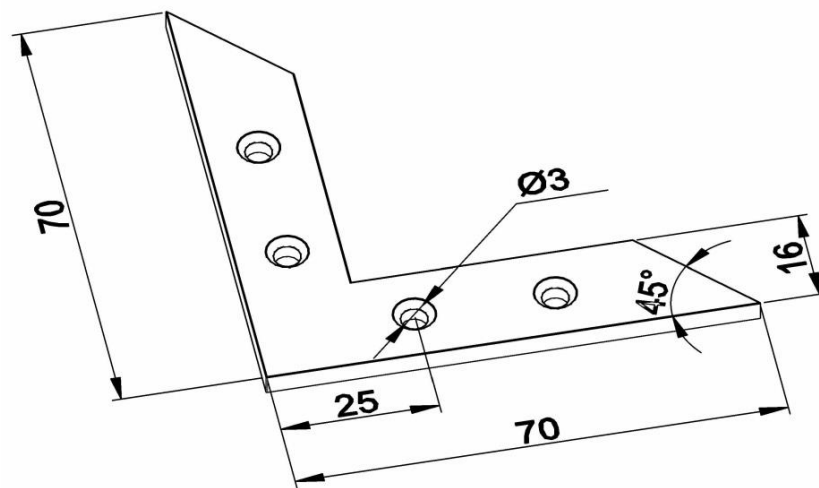

Рис. 1
1. По данному образцу и эскизу (Рис. 1) разработайте технологическую карту (Таблица 1) для изготовления оконного уголка.